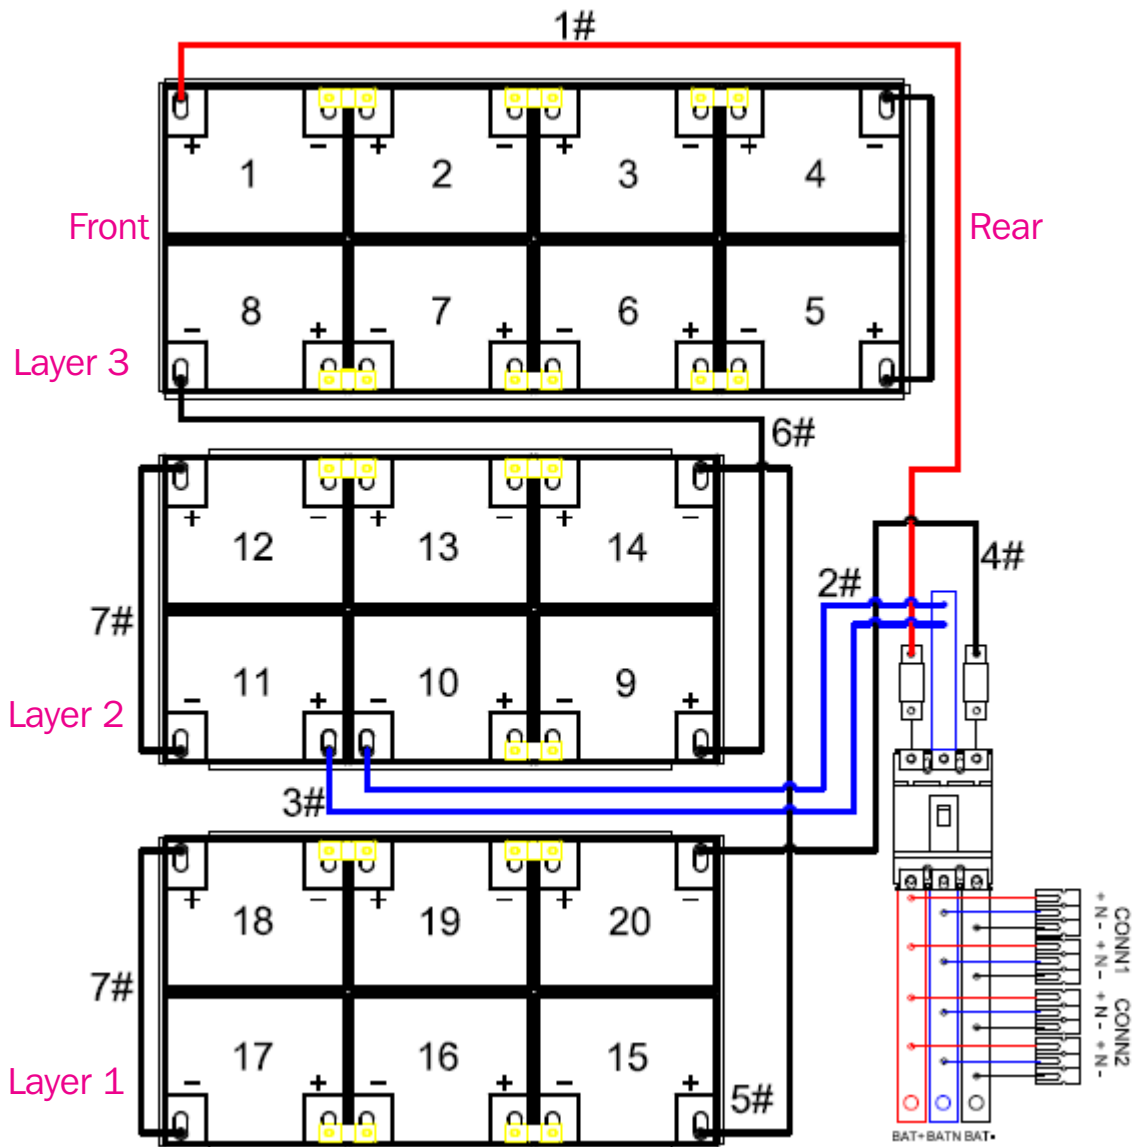

Figure 5-41C
- Pour ces connexions, consulter le schéma de câblage à la Figure 5-41C.